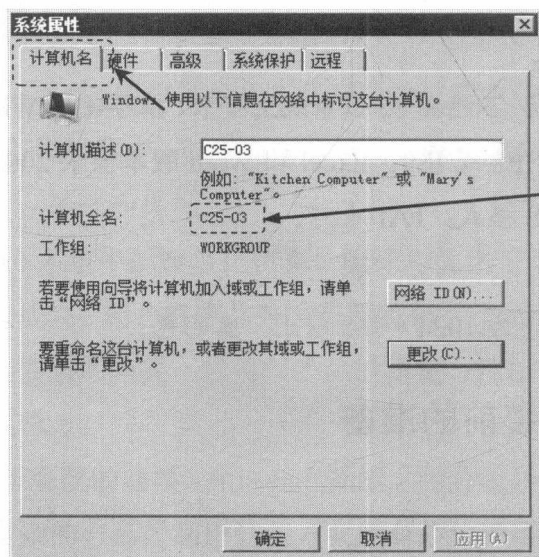

图 1.2.1 “系统属性”对话框
Step1. 选择 Windows 的   控制面板(C) 命令。
Step3. 在图 1.2.1 所示的“系统属性”对话框中单击 计算机名 选项卡, 即可看到在  计算机名 位置显示出当前计算机的名称。